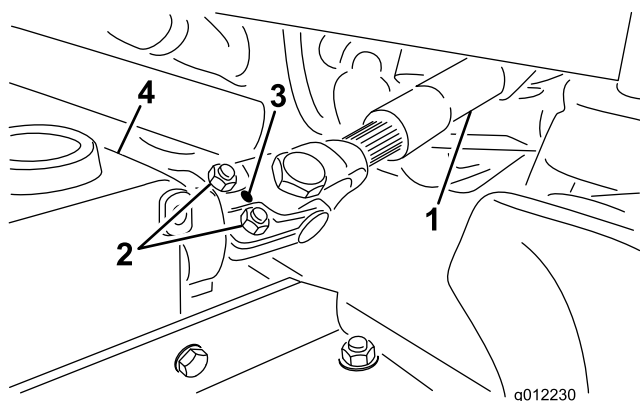

Figure 5
1. Insérez l'arbre de PDF mâle dans l'arbre de PDF femelle (Figure 5). Placez les trous de montage de l'arbre d'entrée du réducteur en face des trous de l'arbre de PDF, et réunissez-les.
2. Fixez-les ensemble avec une goupille cylindrique (Figure 5).
3. Serrez les boulons et écrous (Figure 5).